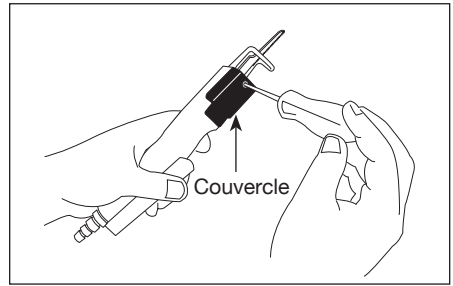

Figure 3
- Utiliser un tournevis Phillips pour desserrer la vis du couvercle (Figure 3).